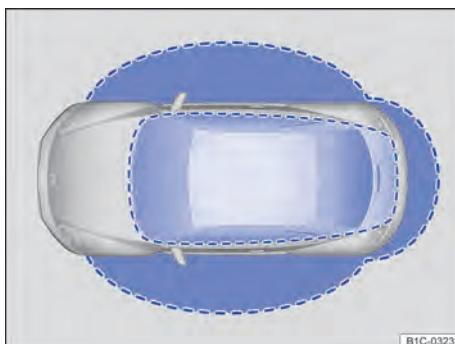

Fig. 26 Sistema de travamento e de partida Keyless Access sem chave: áreas de aproximação.
Keyless Access é um sistema de travamento e de partida sem chave, com o qual o veículo pode ser destravado e travado sem o uso efetivo da chave do veículo. Para isso, é necessário que apenas uma chave do veículo válida esteja na área de aproximação **⇒ Fig. 26** do veículo e que uma superfície dos sensores nas maçanetas das portas **⇒ Fig. 27** seja tocada, ou o logo Volkswagen da tampa traseira **⇒ Página 50** seja acionado **⇒ ①**.
Se houver uma chave do veículo válida em uma área de aproximação **⇒ Fig. 26**, o sistema de travamento e de partida Keyless Access sem chave atribui uma autorização de acesso a essa chave assim que a superfície do sensor da maçaneta da porta do condutor ou do passageiro dianteiro for
Se o veículo estiver travado e uma chave do veículo válida se encontrar na área de aproximação ⇒ Fig. 26 da tampa traseira, esta será destravada automaticamente ao ser aberta.